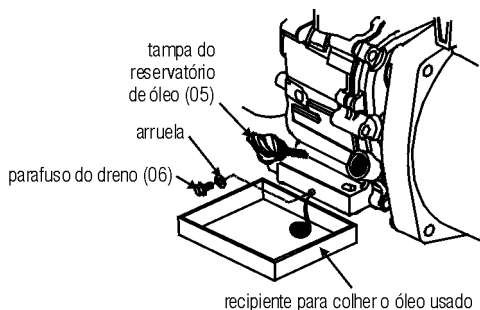

Fig. 31 – Troca de óleo
- d. Remova o parafuso do dreno do cárter (fig. 31).